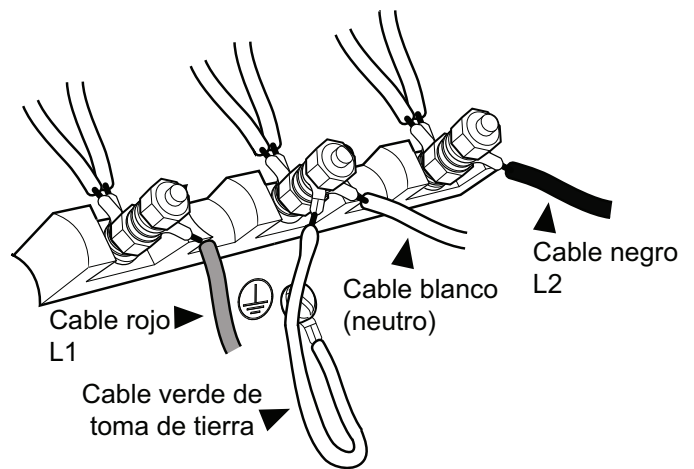

Figura 13: Conexión de 3 cables
4. Fije el cable neutro de tierra del circuito de alimentación al contacto central (color plata) de la caja de conexiones (vea la *Figura 13*).